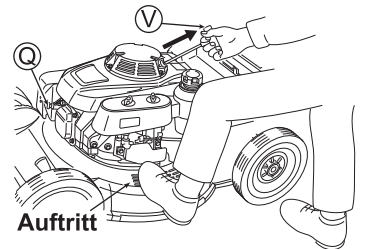

Abb. 13
1. Installieren Sie die Zündkerzenkappe (Q). (Siehe Abb. 13)
4. Um den Motor zu starten, stellen Sie einen Fuß auf den Auftritt am Gehäuse, ziehen Sie leicht am Startergriff (V) und halten Sie kurz an einer Position inne, von der aus Sie kräftig am Griff ziehen können. Ziehen Sie anschließend von dieser Position aus kräftig am Griff. Lassen Sie den Startergriff (V) danach langsam los. (Siehe Abb. 13)